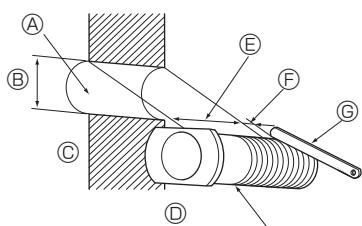

Fig. 3-6
3.4.1. Gaten boren (Fig. 3-6)
- ① Boor gaten van ø 65 mm of ø 75 mm die ongeveer 5 tot 7 mm diep zijn en vanuit de kamer naar buiten enigszins aflopen.
- ② Breng plug in de gaten aan.